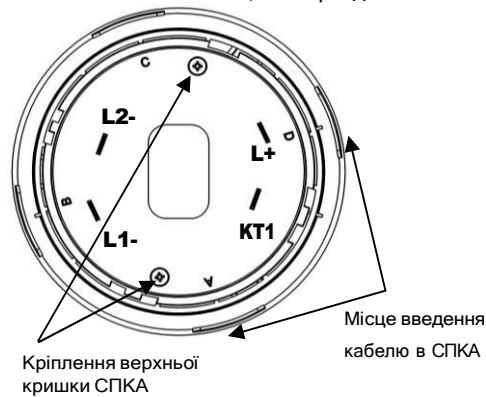
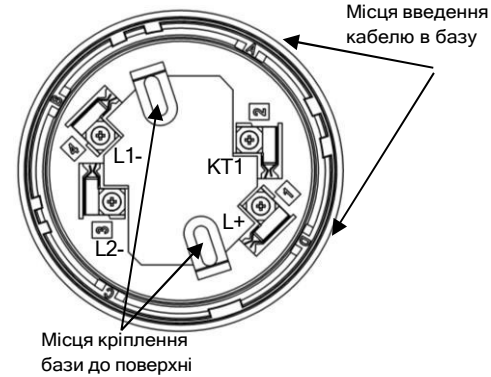

Рисунок 3.1 - Вигляд СПКА зі сторони контактів
Рисунок 4.1 – Розташування клем на базі СПКА
- 2) викрутити 2 шурупи з боку контактів на корпусі сповіщувача (Рис. 3.1) і, утримуючи викруткою фіксатор термістора, зняти верхню кришку, зняти фіксатор термістора;
- 2) встановити базу на рівній поверхні, прикріпити шурупами або гвинтами згідно з Рис. 4.1, після затягування яких база не повинна бути деформована.
- 3) закріпити дроти АІ в гвинтових клемах бази відповідно до Рис. 4.1 і таблиці 3.1. В базі СПКА чотири клеми
4.3 Для випадків, коли кабель всередину бази заводять збоку, в самій базі та в кришці СПКА передбачені вікна, за потреби в яких вирізають отвори. Ці вікна промарковані літерами «А», «В», «С», «D» (Рис. 3.1, Рис. 4.1).